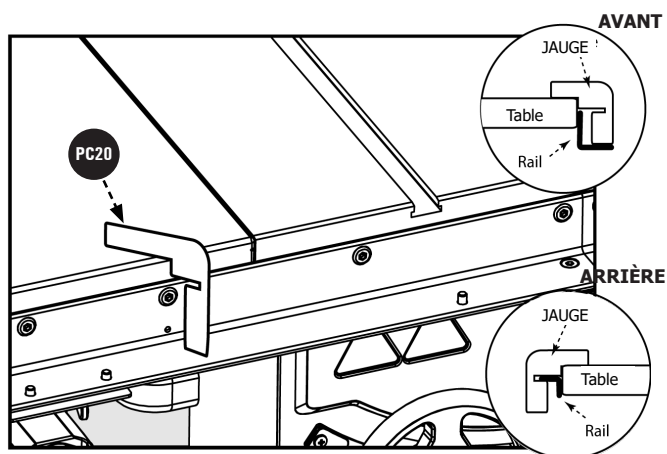

Figure 6
3. Utilisez le gabarit d'alignement des rails (HP20) fourni pour vous assurer que le rail est à la bonne distance du haut de la table, de chaque côté de la table en fonte. Voir la Figure 6.